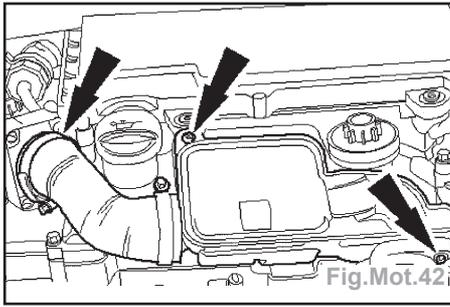

Fig.Mot.42
- Déposer les boulons du résonateur d'air d'admission et débrancher le tuyau d'admission d'air (Fig.Mot.42).